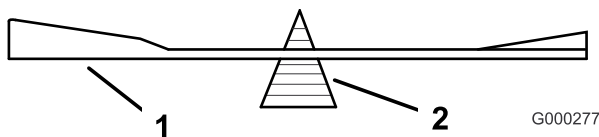
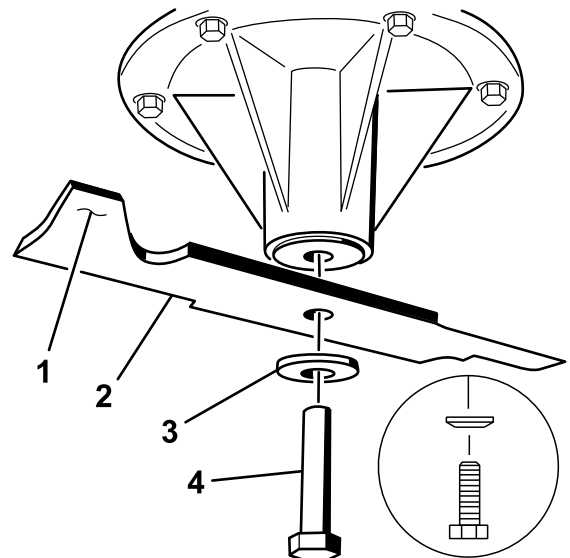

Figura 88
Figura 89
2. Retire del eje el perno de la cuchilla, la arandela de muelle y la cuchilla (Figura 89).
2. Verifique el equilibrio de la cuchilla colocándola sobre un equilibrador de cuchillas (Figura 88). Si la cuchilla se mantiene horizontal, está equilibrada y puede utilizarse. Si la cuchilla no está equilibrada, rebaje algo el metal en la parte de la vela solamente (Figura 89). Repita este procedimiento hasta que la cuchilla esté equilibrada.
1. Instale la cuchilla en el eje (Figura 89).
2. Instale la arandela curva y el perno de la cuchilla. El cono de la arandela curva debe estar orientado hacia la cabeza del perno (Figura 89). Apriete el perno de la cuchilla a 115–150 Nm (85–110 pies-libra).